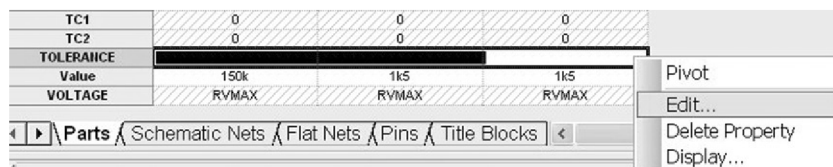
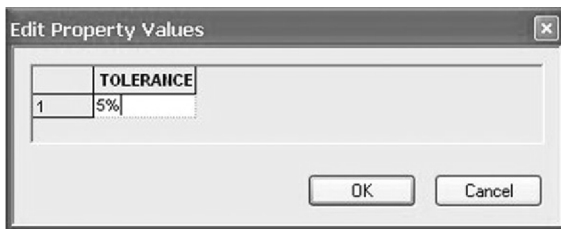
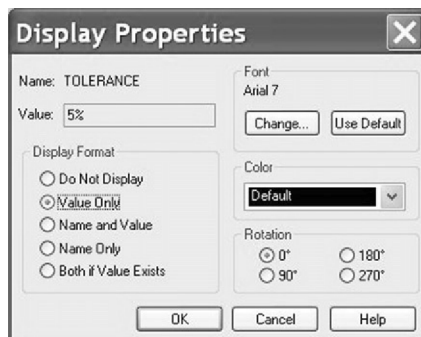

图 10.5 选中整个 Tolerance 容差行，然后选择 Edit 对其进行编辑
图 10.6 为电阻添加 5% 容差值
图 10.7 容差显示值设置
2. 首先把所有电阻的容差值设置为 5%。按住 Ctrl 键并选择电阻 R1、R2 和 R3，然后选择 **rmb > Edit Properties** 打开属性编辑器。如图 10.5 所示，在属性编辑器中选择 **Tolerance** 容差行（或列）然后通过 **rmb > Edit** 对其进行编辑。如图 10.6 所示，在属性值编辑对话框中输入 5%，然后单击确定，完成容差值设置。
3. 在图 10.5 中选择整个 TOLERANCE 容差行，然后选择 **rmb > Display**，在图 10.7 属性显示对话框中选择 **Value Only** 只对数值进行显示，最后单击 OK 按钮对显示设置进行确定。